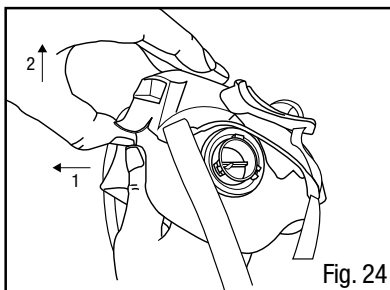

Fig. 24
1. Pour retirer l'ensemble harnais de tête et couvercle de soupape, ouvrir l'attache rapide et placer le pouce sous le couvercle de soupape et les autres doigts sur le dessus. Éloigner la base du couvercle de soupape du masque avec le pouce, puis glisser le couvercle de soupape vers le haut pour le dégager (Fig. 24).
1. Retirer l'ensemble harnais de tête et couvercle de soupape 6582 3MMC et les éloigner du masque en tirant (Fig. 24).